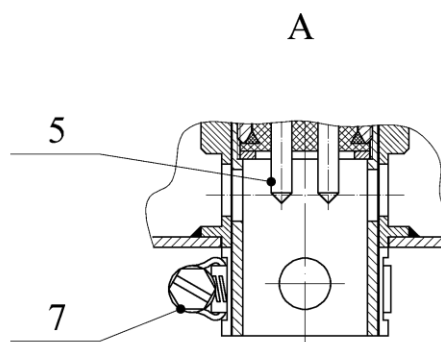

Рисунок 2.3 – ППП1 КШЮЕ.407.533.101-01
Настоящая инструкция устанавливает порядок монтажа и демонтажа ППП1 КШЮЕ.407533.101-01 (рисунок 2.3)/
2.1.1 Извлечь ППП1 из заводской упаковки, при этом необходимо принять меры предосторожности, предотвращающие механические повреждения поплавков 6, 12, уравнивающих цепочек 13 и защитного кожуха 14 (рисунок 2.3).
а) маркировки заводского номера ППП1 на поплавках 6, 12, защитном кожухе 14, контроллере 1 и БДУТС 2 (рисунок 2.3);